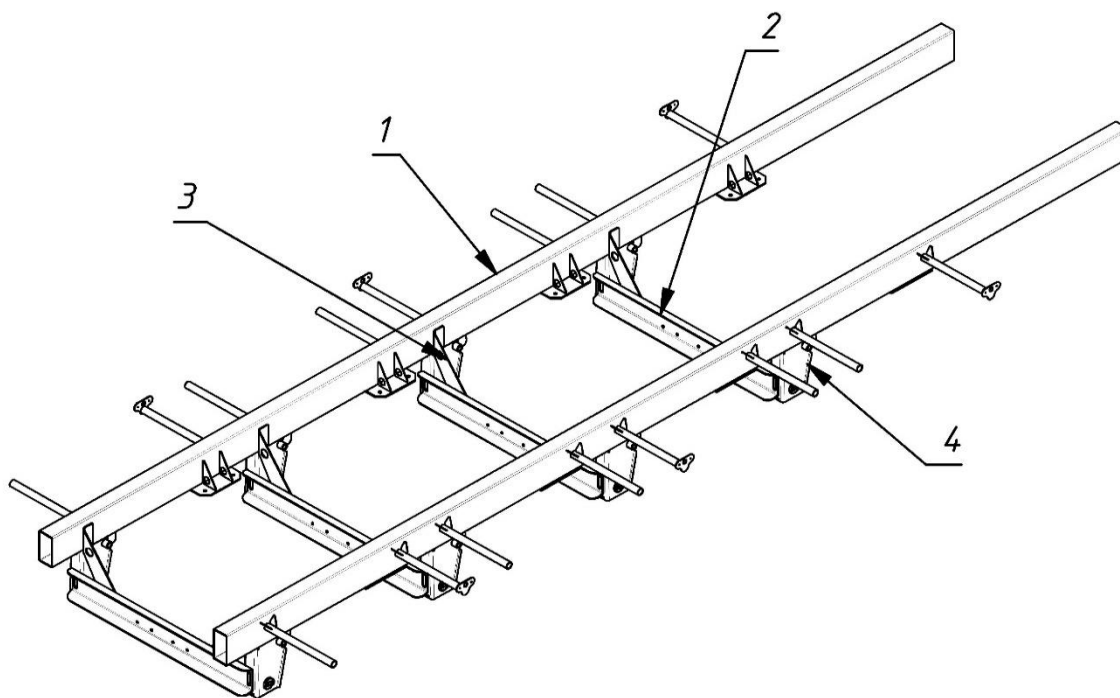

Рис. 2.9 - Рама полуприцепа
Рама полуприцепа (см. рис. 2.9) сварная состоит из двух труб прямоугольного сечения (1), на которые установлены поперечные элементы конструкции (2), усилительные кронштейны (3) и кронштейны осей тележки (4).
В зависимости от комплектации ППЦ управление механизмом подъема осей осуществляется двухпозиционными переключателями (см. рис. 2.9 - 2.10), расположенными на корпусе полуприцепа, при этом каждый переключатель отвечает за соответствующую подъемную ось.